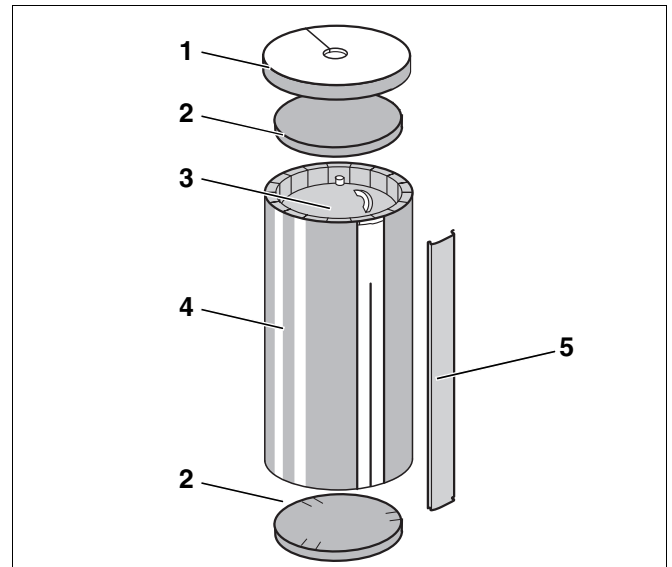

Abb. 1 Pufferspeicher Logalux PL750/1000/1500
- Speicherbehälter (Abb. 1, **Pos. 3**)
Die abnehmbare Verkleidung besteht aus der Speicherhaube (Abb. 1, **Pos. 1**) und der Verschlussblende (Abb. 1, **Pos. 5**).
- Wärmeschutzmatte (Abb. 1, **Pos. 4**)
- obere und untere Wärmeschutzscheibe (Abb. 1, **Pos. 2**)